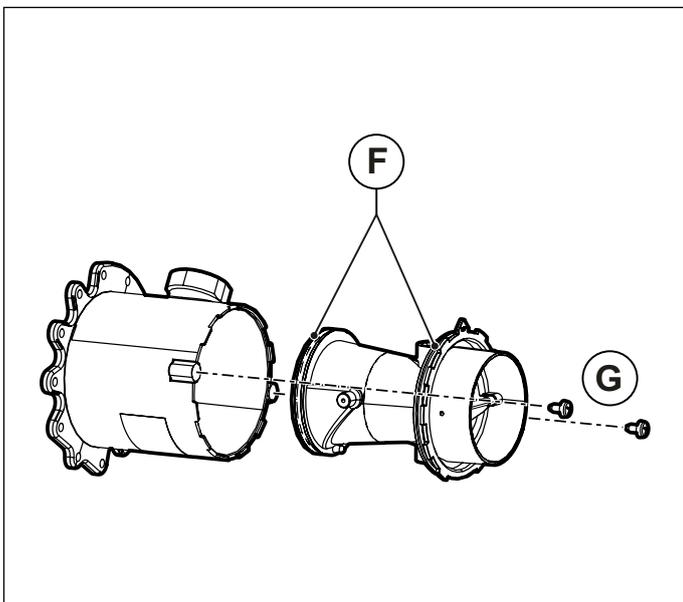
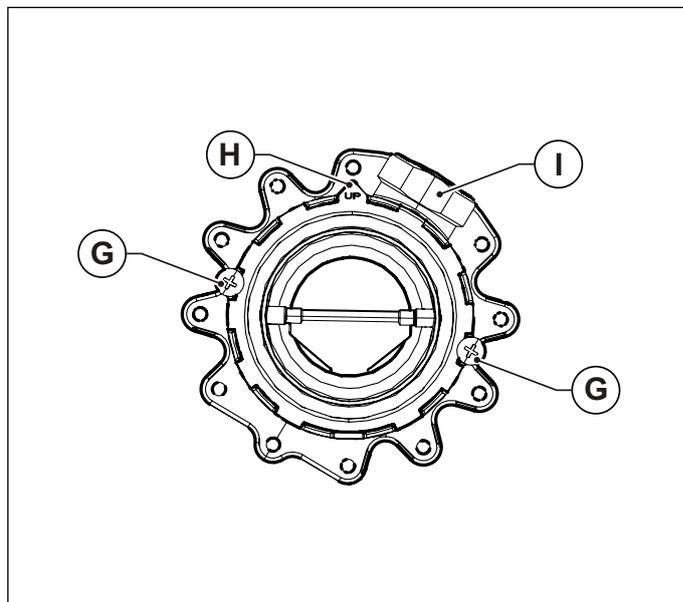

Fig. 43 Corps en plastique du mélangeur
Fig. 44 Orientation de montage
- Sortir le corps en plastique du mélangeur, en desserrant les deux vis de fixation **G** (voir Fig. 43 Corps en plastique du mélangeur).
- Visser le corps en plastique au mélangeur avec les vis de fixation **G**, en prenant soin de ne pas endommager les joints toriques d'étanchéité **F** et de respecter le sens de montage (voir Fig. 43 Corps en plastique du mélangeur e Fig. 44 Orientation de montage).